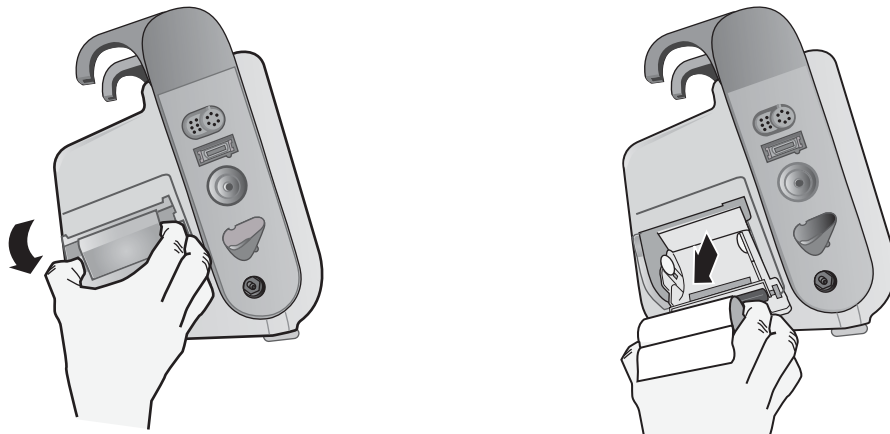

Figure 24-1. Ouverture de la porte de l'imprimante et dégagement du papier
1. Ouvrez le volet de l'imprimante (voir Fig. 24-1) et enlevez ensuite tout reste de papier.